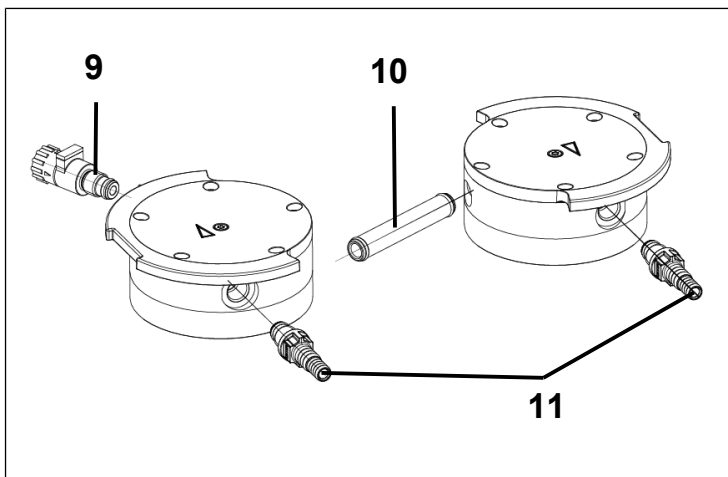

Fig.10: Remplacer les joints toriques
2. Retirez le tuyau de raccordement (**10**/Fig. 10) du couvercle (**3**).
3. Remplacez les deux joints toriques sur le tuyau de raccordement (**10**/Fig. 10).
6. Dévissez le lest de gaz (**9**/Fig. 10) du couvercle (**3**).
7. Remplacez le joint torique sur le lest de gaz (**9**/Fig. 10).
8. Vissez le lest de gaz (**9**/Fig. 10) jusqu'en butée dans le couvercle (**3**) correspondant. Tournez-le ensuite de nouveau dans le sens inverse jusqu'à ce que la surface soit alignée vers le haut.
9. Dévissez les raccords de tuyaux (**11**/Fig. 10) du couvercle (**3**) avec l'outil fourni.
10. Remplacez les joints toriques sur les raccords de tuyaux (**11**/Fig. 10).
11. Vissez les raccords de tuyaux (**11**/Fig. 10) à la main dans le couvercle (**3**) et serrez avec l'outil fourni.
1. Retirez le couvercle (3) de la culasse (6).
2. Enlevez les anciennes plaques de soupapes/anciens joints (4) ab.
3. Nettoyez soigneusement la plaque intermédiaire (6) (s'il y a des dépôts).
4. Insérez les plaques soupapes/joints (4) neufs dans les sièges concernés de la culasse (6).
6. Éliminez la membrane (7), les plaques soupapes/joints (4) remplacés comme il se doit.
7. Insérez le tuyau de raccordement (10/Fig. 10) dans le couvercle (3).